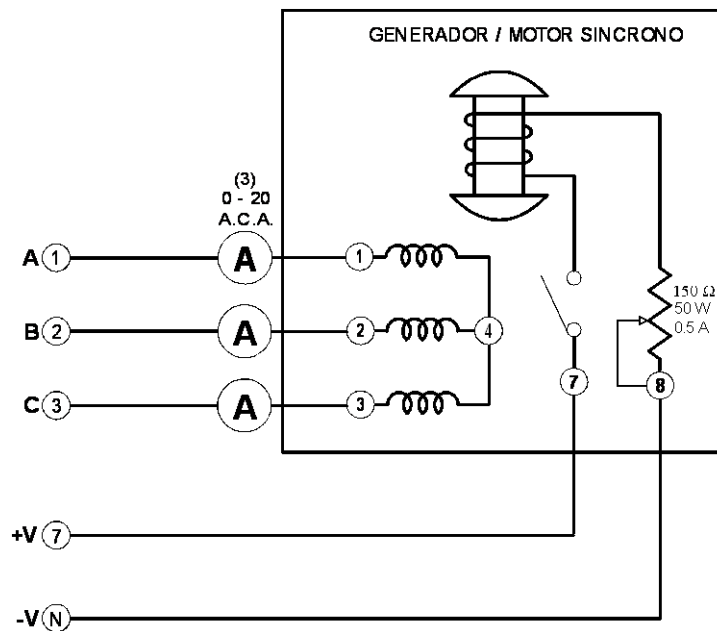

Fig. A11-1
- 4.- Conecte el circuito de la figura A11-1, sin conectar la fuente de alimentación. Observe que las terminales A(1), B(2), y C(3) de la fuente de alimentación proporcionan la energía trifásica fija que se requiere para los tres devanados del estator. Las terminales +V(7) y -V(N) proporcionan la energía de c.c. para el devanado del rotor, las cuales deben tener una tensión de 130 V.c.c.